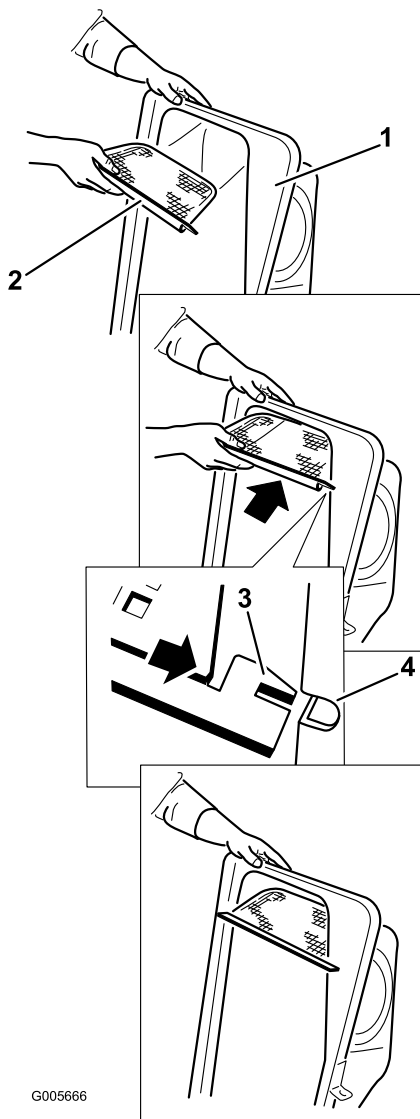

Figura 14
2. Postavite mrežicu kako je prikazano na Figura 14 da ima nagib naniže prema vrećama za sakupljanje trave.